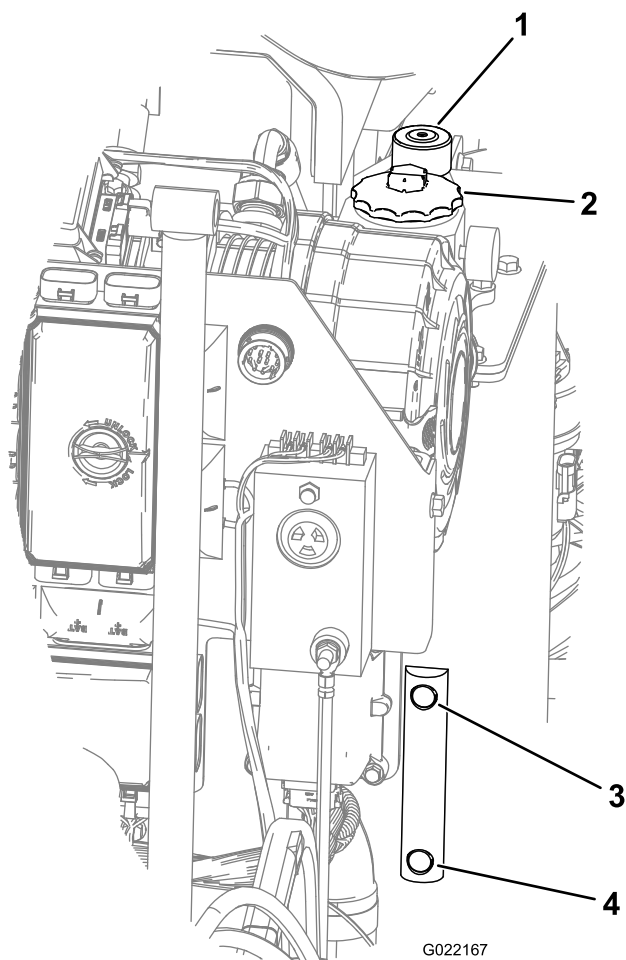

Рисунок 146
3. Посмотрите на визуальный указатель в баке гидравлической жидкости и проверьте ее уровень (Рисунок 146).